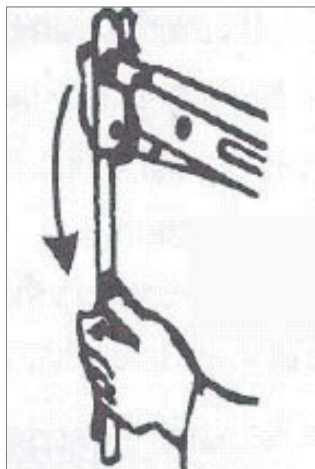

Figure 1
2. Prenez l'extrémité du canon dans votre main gauche et poussez le canon vers le bas jusqu'à ce que vous entendiez un clic. Ce bruit indique que le ressort est tendu (voir figure 1).